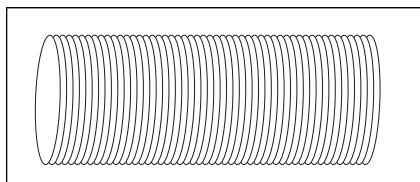

Fig. 3
1. Scoateți furtunul din ambalaj. (Fig.3).